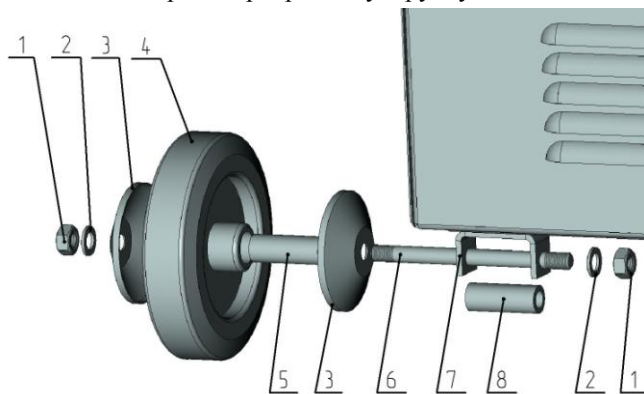

Рис.2 Установка колес
7.3.2. Установите выпрямитель на транспортировочные колеса как указано на рис.2.